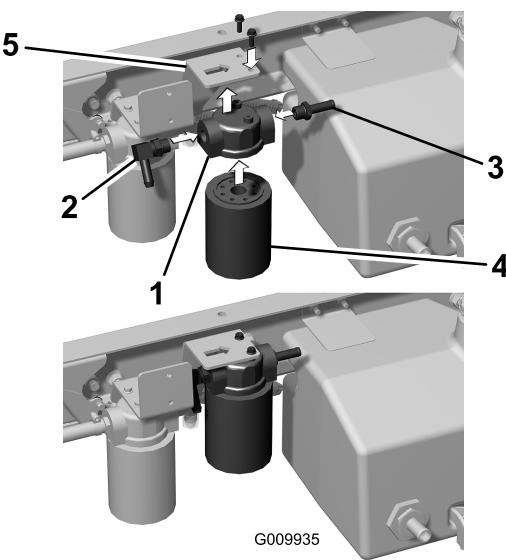

Figura 11
1. Montate un raccordo dentellato a 90° sull'apertura di entrata della testa del filtro (Figura 11).
2. Montate un raccordo diritto dentellato sull'apertura di uscita della testa del filtro (Figura 11).
3. Montate la testa del filtro sulla staffa del telaio utilizzando 2 viti a testa esagonale (1/4" x 3/4"), come illustrato nella Figura 11.